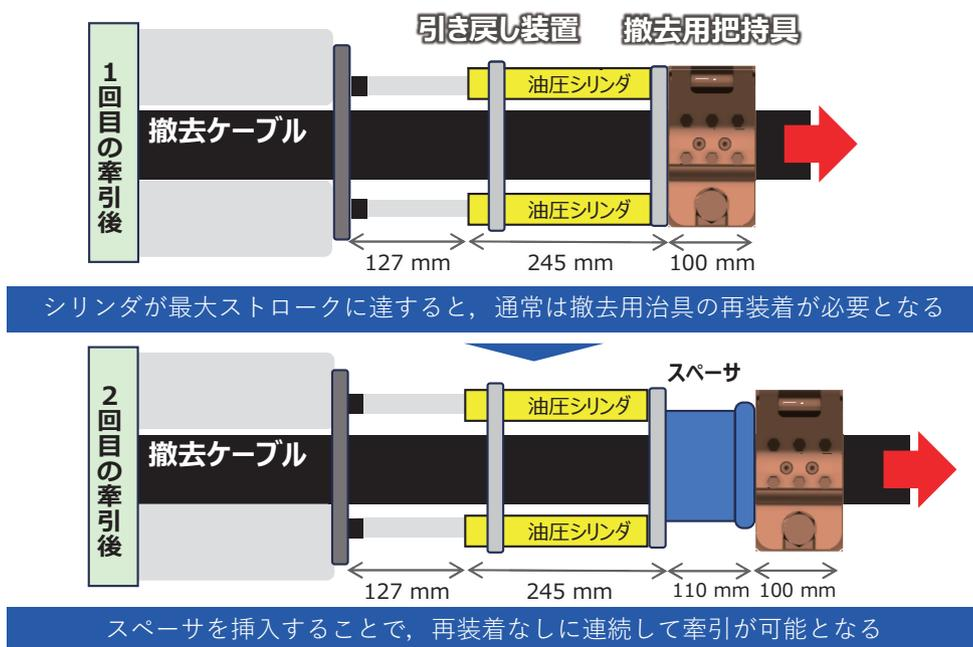

図5 スペーサ挿入による油圧シリンダの連続牽引方式
一方、管路自体の損傷が存在する場合には、撤去作業の完遂が困難となる場合もあることが明らかとなりました。また、油圧シリンダのストローク長(約127 mm)を超えて引き出す場合には、その都度ケーブルから装置を取り外して再装着する必要がありますが、作業効率の低下が課題として明らかになりました。この課題を踏まえ、装置を脱着することなく連続的な牽引を可能とするスペーサ方式を採用しました。スペーサ挿入による油圧シリンダの連続牽引方式を図5に示します。シリンダがストローク端に達した際、①いったん圧力を解放し、シリンダを縮めたうえで、②装置と撤去用把持具の間に専用スペーサを挿入します。そ